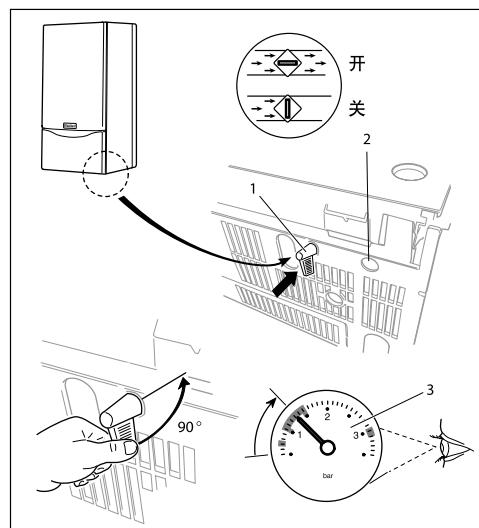

图 4.5 设备注水
#### 4.3.3 设备注水（参见图 4.5）
**注水方法：**将随炉配送的一把注水钥匙插入壁挂炉下部补水阀的槽口内（1），逆时针旋转90度打开补水阀门，同时注意观察系统压力表直到系统压力恢复到1.2–1.5bar然后再顺时针旋转90度关闭补水阀。图4.5所示位置是关闭状态，逆时针旋转90度即打开。